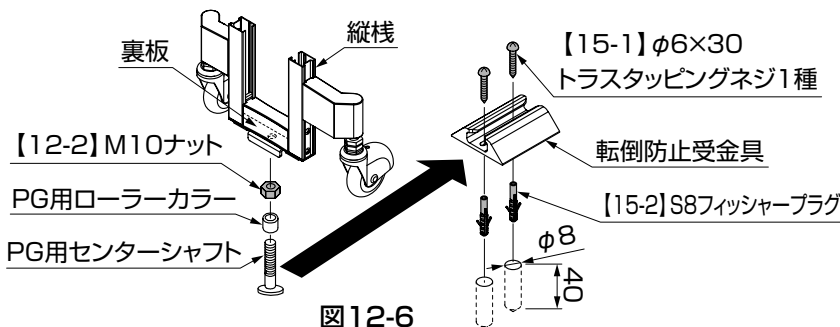

図12-6
- ①PG用ローラーカラーと【12-2】を組付けたPG用センターシャフトを、高さを調節して裏板に固定してください。(図12-6参照)
- ②本体に取付けたPG用センターシャフトの位置に合わせて、転倒防止受金具を図を参照して固定してください。(図12-6参照)